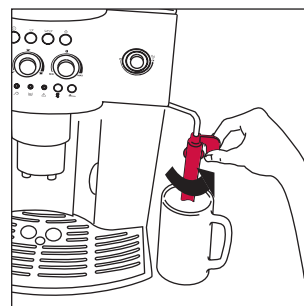
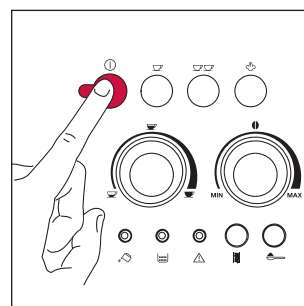

Fig.3
Fig.4
2. Spostare il cappuccinatore verso l'esterno, posizionarvi sotto una tazza (fig.3) e accendere la macchina premendo il tasto ① (fig. 4).
- ruotare il cappuccinatore verso l'esterno della macchina (fig. 3).
- Posizionare un contenitore sotto il cappuccinatore (fig. 3).
- Spostare all'esterno il cappuccinatore (fig. 3).